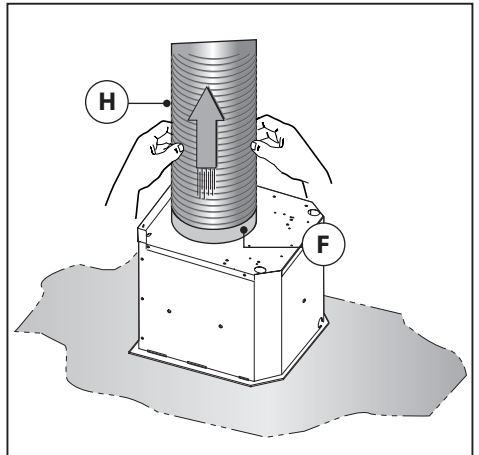
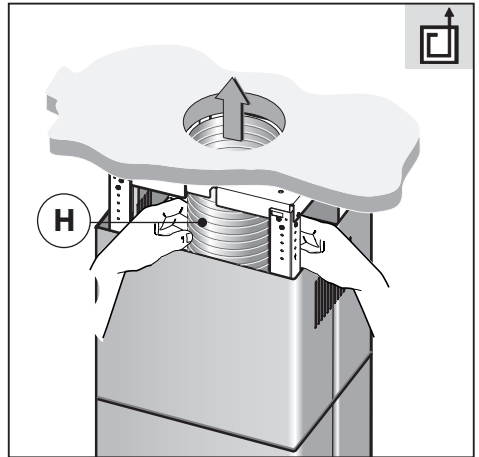

Fig.8
Fig.12
-**Insugande version:** fäst luftuttömningsröret **H** (bifogas inte) på kopplingsfogen **F** (Fig.8). Fäst slangen i hålet för luftuttömning, se (Fig.12).
-Fäst luftuttömningsröret **H** (bifogas inte) på kopplingsfogen **F** (Fig.8).